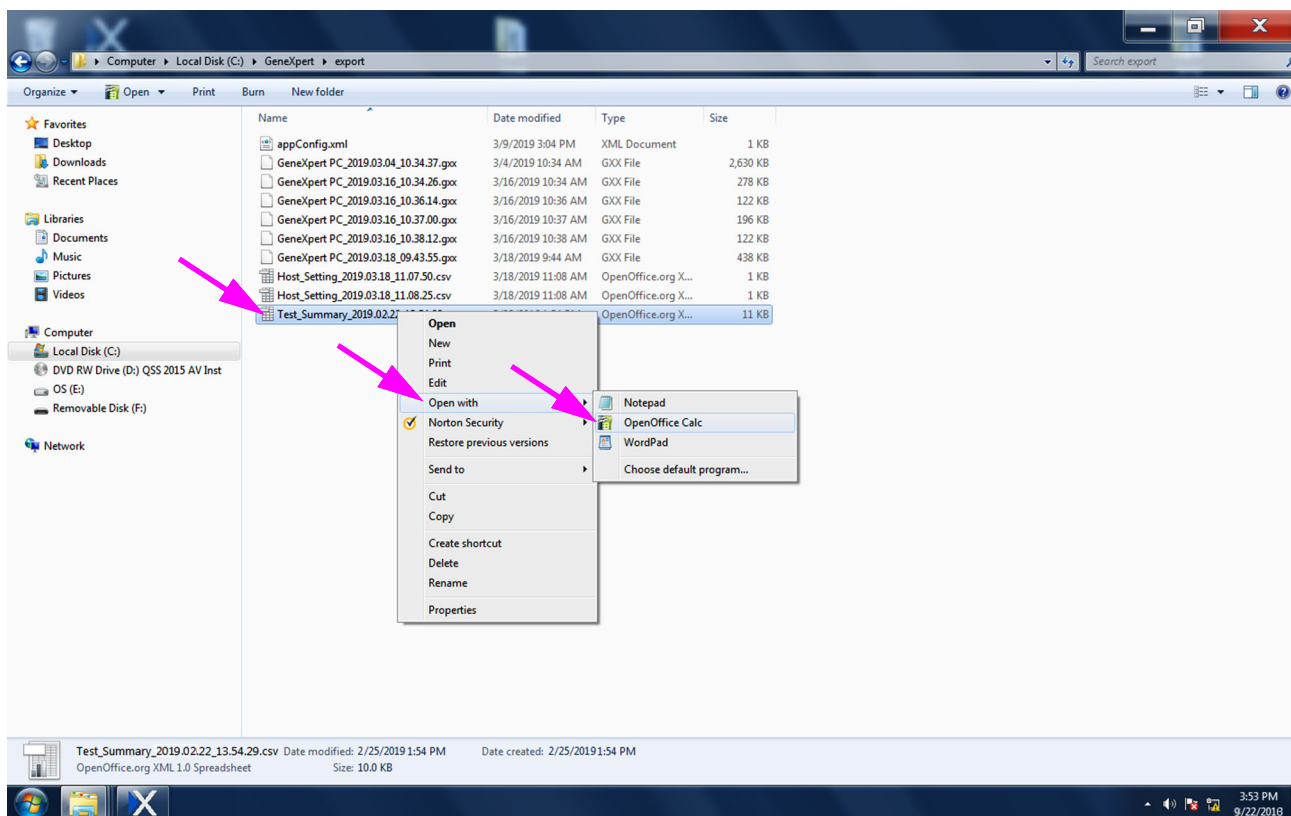

图 C-1. 打开一个 .csv 文件以配置 Apache OpenOffice
3. 在**导出 (Export)** 文件夹中，右键单击您要打开的 .csv 文件。当下拉菜单显示时，单击**打开方式 (Open with)** 并选择 **OpenOffice Calc**。请参见图 C-1。